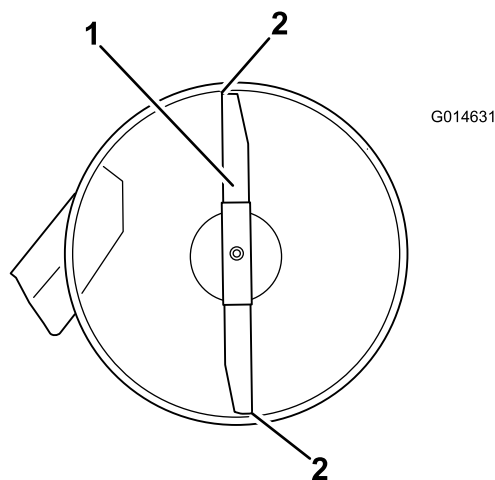
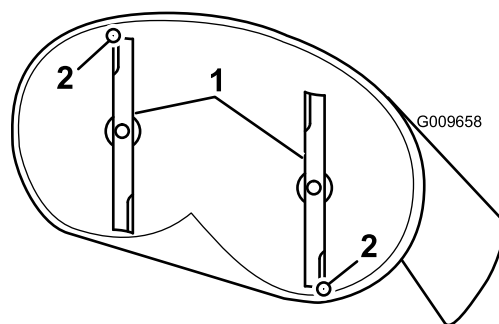
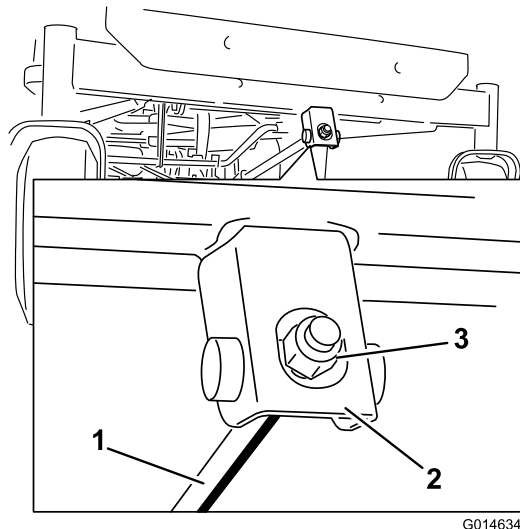

Figure 58
Figure 59
Figure 60
4. Faites pivoter les lames avec précaution pour faire passer les pointes avant à l'arrière (Figure 58 et Figure 59).
5. Mesurez la distance entre la pointe de la lame avant et la pointe de la lame arrière par rapport à la surface plane (Figure 58 et Figure 59).
6. Pour régler l'inclinaison avant/arrière des lames, tournez l'écrou de réglage à l'avant du tablier de coupe (Figure 60).
9. Une fois le réglage effectué, vérifiez à nouveau l'inclinaison avant/arrière de la lame; continuez d'ajuster l'écrou jusqu'à ce que la pointe avant de la lame soit de 1,6 à 8 mm (1/16 à 5/16 po) plus bas que la pointe arrière (Figure 59 et Figure 60).